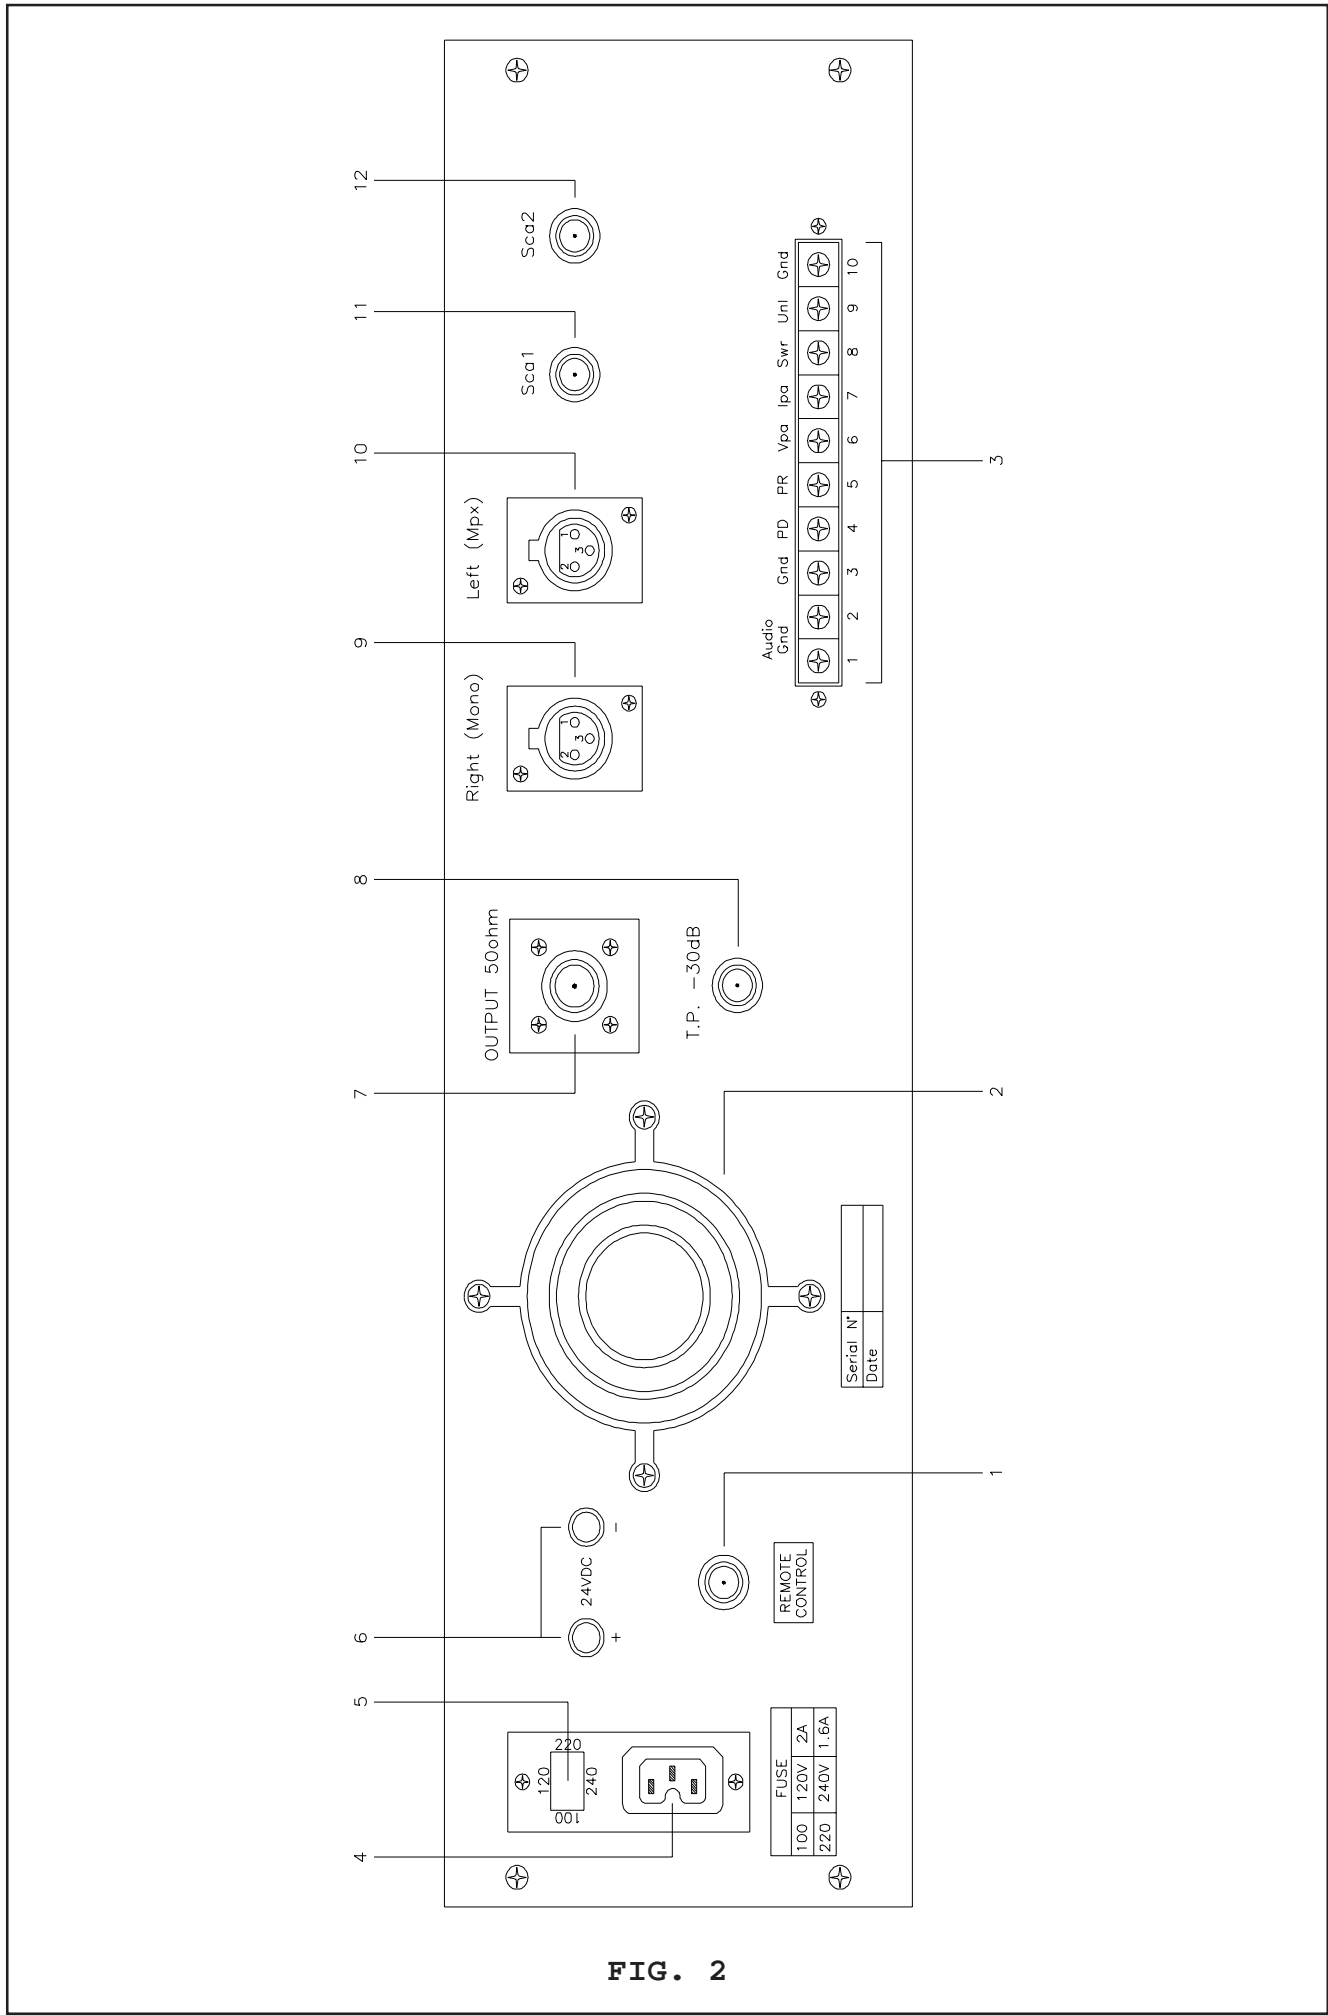

FIG. 2
DESCRIZIONE DELLA VISTA DEL PANNELLO POSTERIORE (FIG.2)
1) Verificare sul pannello posteriore che il selettore della tensione di rete sia posizionato sul giusto valore: eventualmente con un cacciavite sollevare il cappuccio (5 Fig.2) su cui sono stampati i valori di tensione e ruotarlo fino a che il valore che interessa corrisponda con la freccetta e quindi reinserirlo.
4) Collegare alla presa posteriore REMOTE (1 Fig.2) un cavo alla cui estremità sia connesso un interruttore in grado di creare un corto circuito tra schermo e centrale, e posizionarlo in modo da ottenere questo corto circuito.
6) Connettere il cavo di rete nell'apposita vaschetta VDE (4 Fig.2).
15) Collegare un generatore di audio a bassa distorsione agli ingressi LEFT e RIGHT (9 e 10 Fig.2). Iniettare un tono a 400Hz con ampiezza uguale a 0dBm ($775\text{mV RMS} = 2.2\text{Vpp}$). Posizionare il comando INPUT LEVEL su 0dBm. Posizionare il pulsante (1 Fig.1) in posizione "stereo" (accensione led relativo). Posizionare il pulsante "PILOTA" (4 Fig.1) inserito (accensione led relativo). Ponendo il selettore
- 1) Connettere l'uscita della sorgente stereo all'ingresso MPX (10 Fig.2), si veda SETUP4.
1) Collegare all'ingresso MONO (9 Fig.2) la sorgente di segnale (si veda SETUP5).